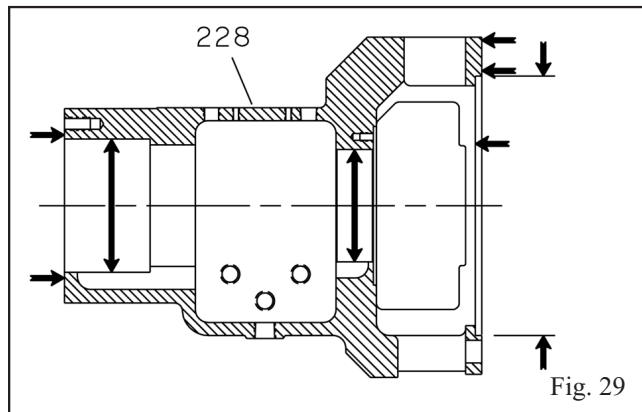

Fig. 29
2. Verifique as superfícies internas da estrutura para ver se há ferrugem, escamas ou detritos. Remova todos os materiais soltos e estranhos (Fig. 29).